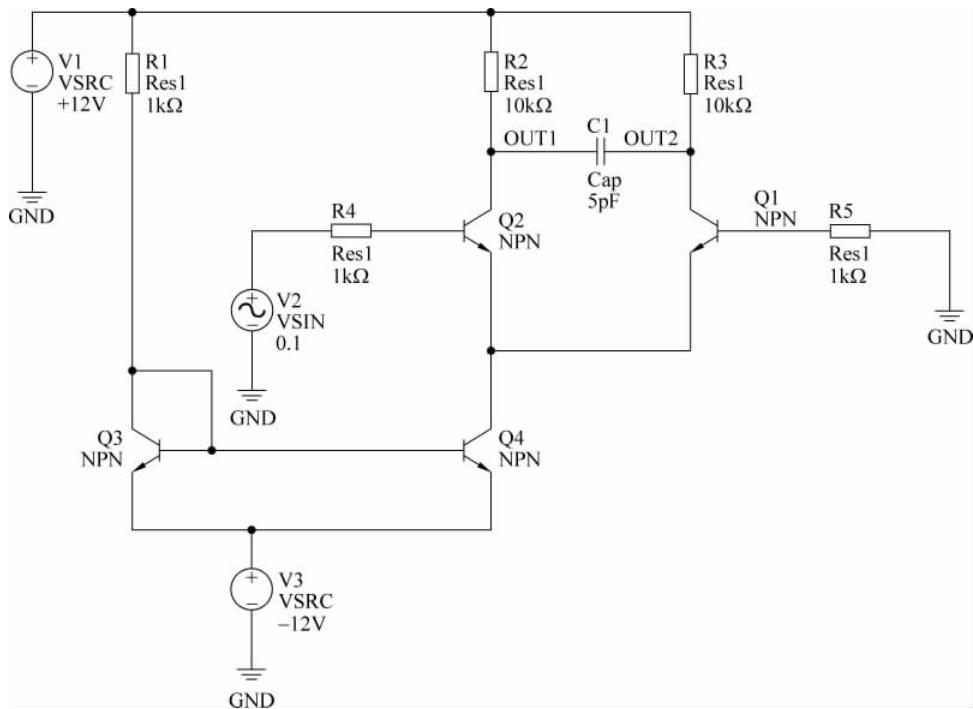

图 3-67 修改电路元器件参数
(6) 如图 3-67 所示, 将 V1 和 V3 分别设置为 +12V 和 -12V。其他元器件参数按如图 3-67 所示进行设置。
(7) 为了方便对仿真结果的分析, 如图 3-67 所示, 在电容 C1 的两端分别放置名字为 OUT1 和 OUT2 的网络标号。